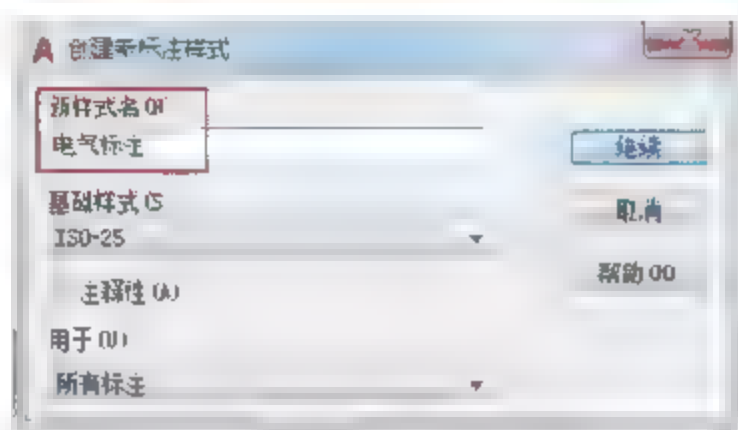

图5-7 设置样式名称
**02** 在该对话框中单击【新建】按钮，弹出【创建新标注样式】对话框，在【新样式名】文本框中输入新标注样式的名称，如【电气标注】，如图5-7所示。